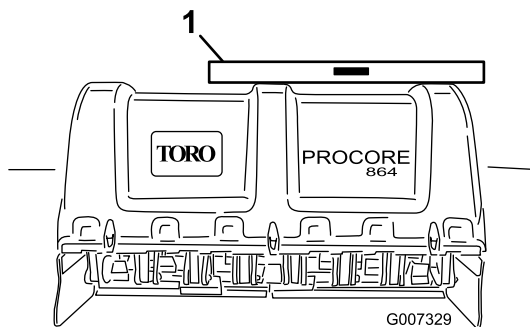

図 12
2. エアレータのフレームの上部に水準器を左右方向に置く (図 12)。